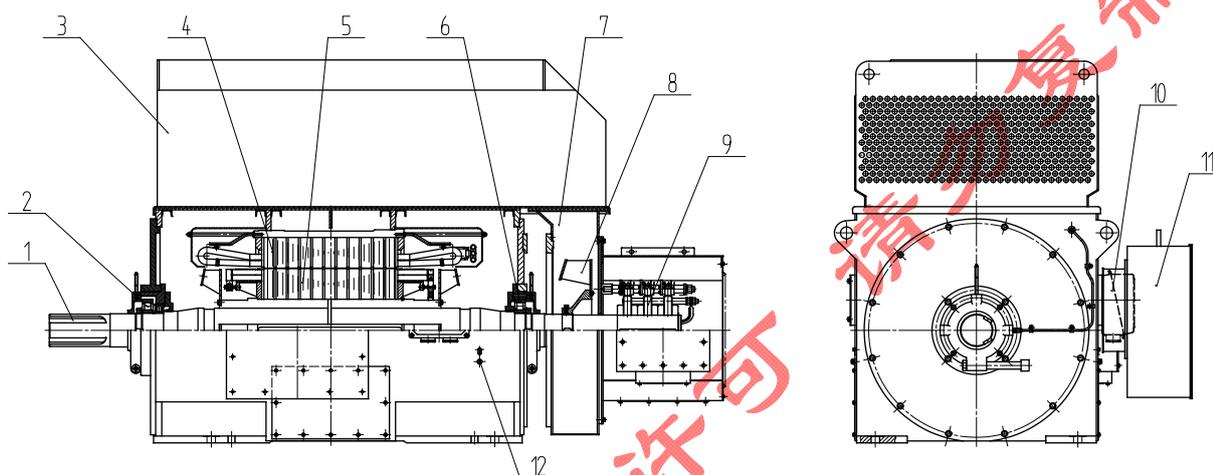

图 1-3 封闭式绕线型(YRKK)系列电动机结构示意图 (主视图半剖)
1.4.3.2 封闭式绕线型 (YRKK) 电动机(图 1-3 为滚动轴承结构电机, 滑动轴承结构与此类似),